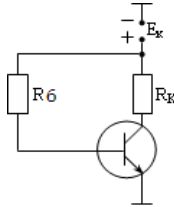

Рис. 3.2
2. В соответствии с табл.3.2 для схемы, изображенной на рис.3.2, выполнить следующее:
2) при изображении схемы (рис.3.2) необходимо обратить внимание на тип БТ (п-р-п или р-п-р)